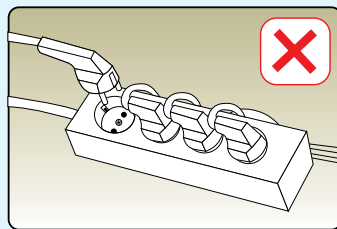

IMAGEN 8
- Está prohibido conectar su producto a un multi-enchufe, y usar los cables de extensión. (Imagen 8)